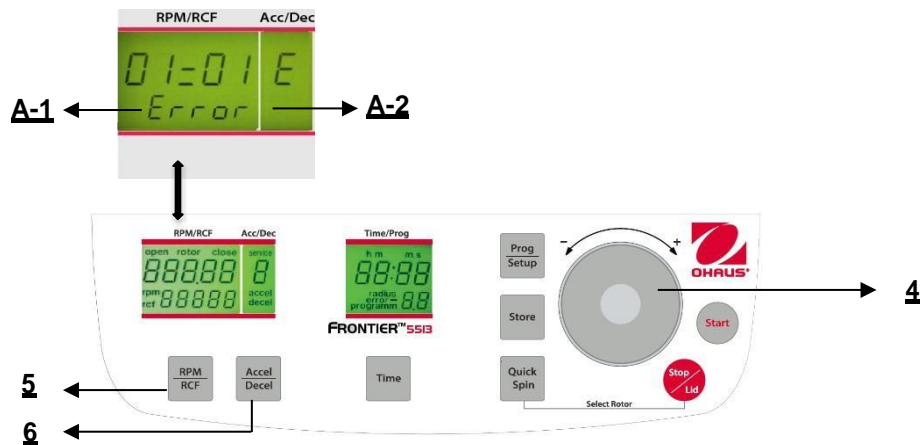

Abbildung. 31
Fahren Sie fort wie unter Punkt 4.1.2 beschrieben, um in den Programmmodus einzutreten und drücken Sie dann die Taste **"Accel/Decel"**(6). Auf der Anzeige blinkt **"Acc/Dec"** (A-2) das Wort **"Service"**. Wählen Sie nun den Buchstaben **"G"** mit Hilfe des Anpassungs Wählscheibe (4). Als Ergebnis erscheinen auf der Anzeige **"RPM/RCF"** (A-1) die Worte **"SonGo/Sound"**. **Nach dem Drücken der Taste "RPM/RCF" (5)** können Sie mit Hilfe des Anpassungs Wählscheibe (4) ein Lied auswählen. (Siehe Abbildung 31).